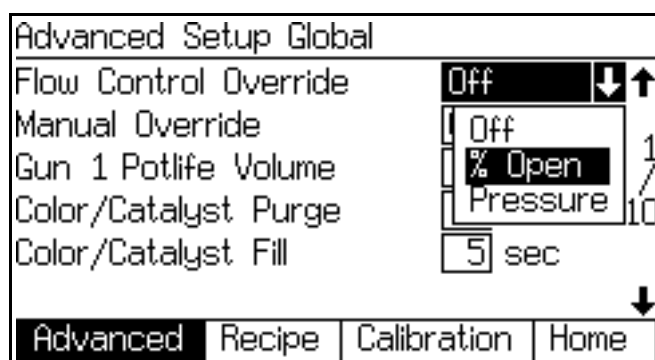
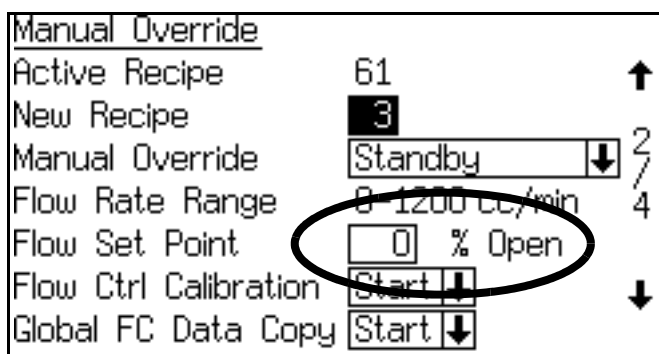

Рис. 92. Меню ручного регулирования расхода
Рис. 93. Настройка уровня расхода как процентного соотношения
3. Для регулирования расхода вручную выберите вариант "% открытия". См. Рис. 92 и Таблица 12. Перейдя на **Экран перехода в ручной режим**, вы увидите, что установленное значение расхода отображается в поле как процент открытия (см. Рис. 93).